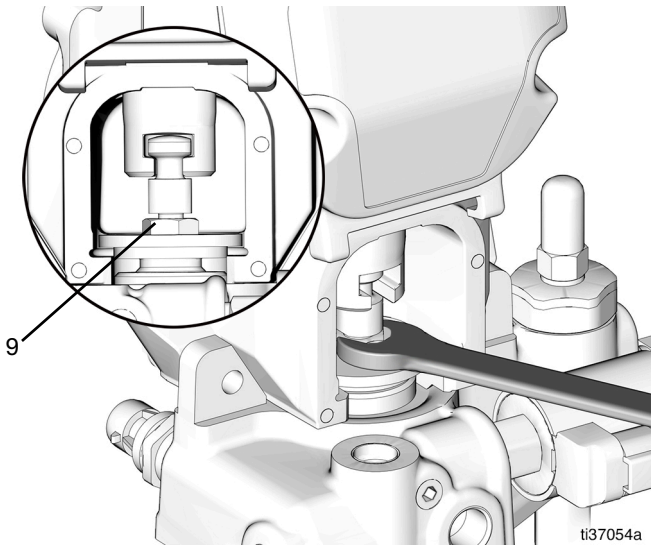

FIG. 33
11. Retire la cubierta protectora (8).
12. Afloje la tuerca de retención (9) con una llave plana de 5/8 pulg. (FIG. 33).